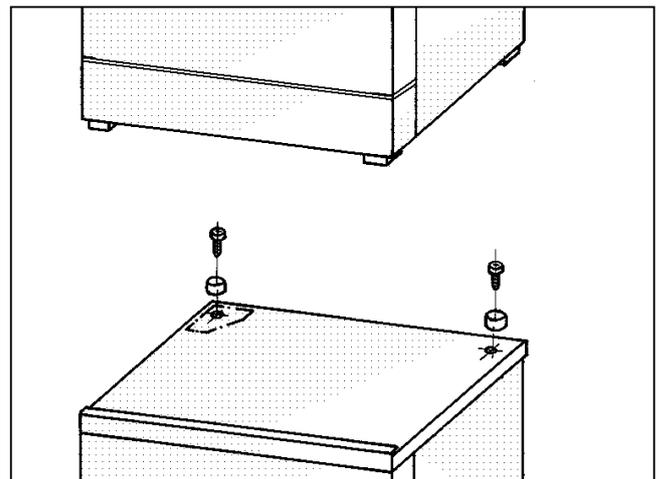

Abb. 8
4. Fußzentrierungen mit den mitgelieferten Schrauben und Muttern auf die Oberseite des Deckels schrauben (Abb. 8).